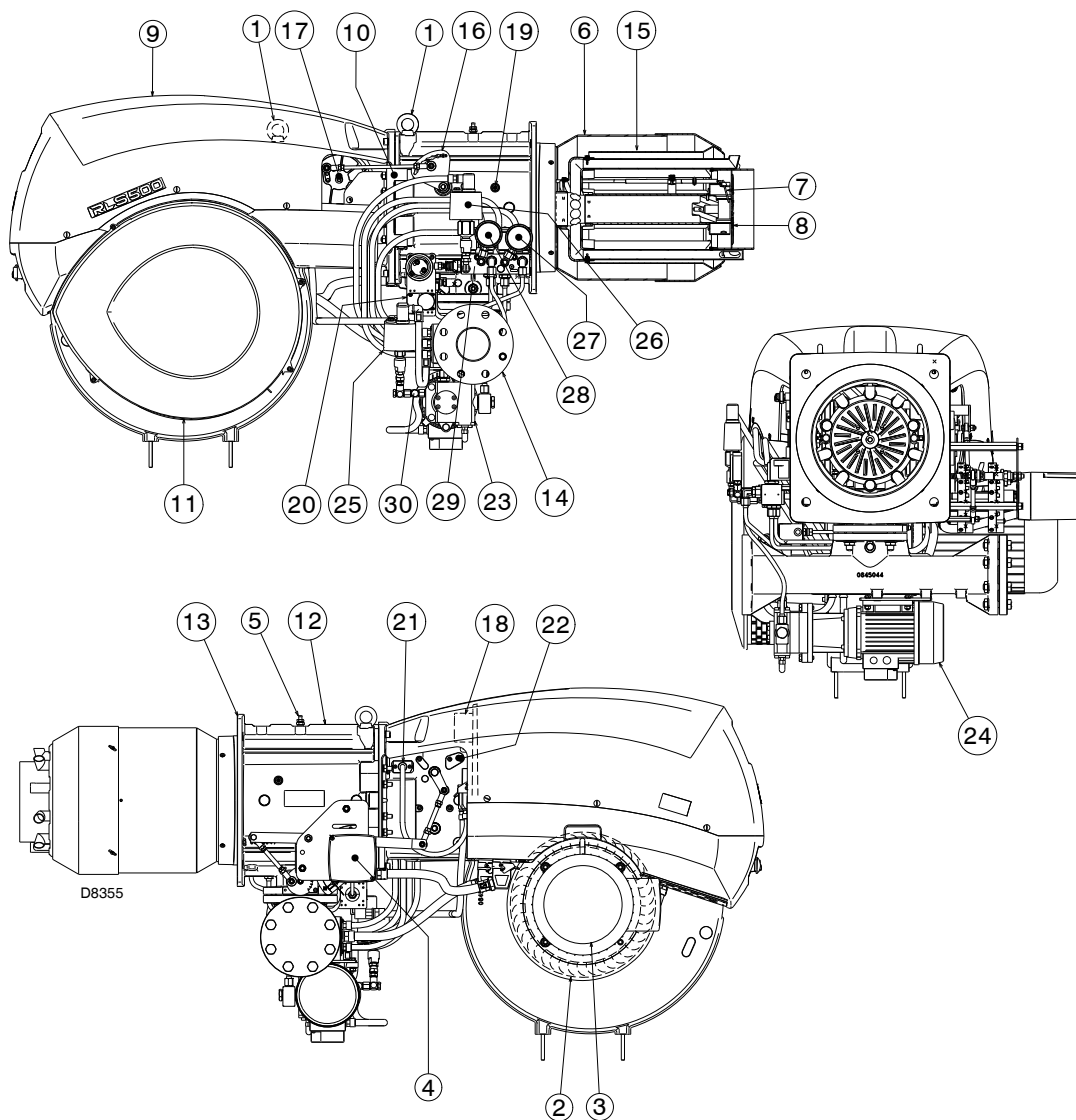

Fig. 5
(1) 参考条件：环境温度 20°C - 燃气温度 15°C - 大气压力 1013 mbar - 海拔 0 m a.s.l。
(2) 测试点处压力 5) (图 . 5)，炉膛内压力为零且燃烧器处于最大出力状态。
(3) 噪音排放符合 EN 15036-1 标准，测量误差 δ = ± 1.5 dB，噪声值于制造商实验室内的测试锅炉上测得，且燃烧器处于最大额定出力状态。